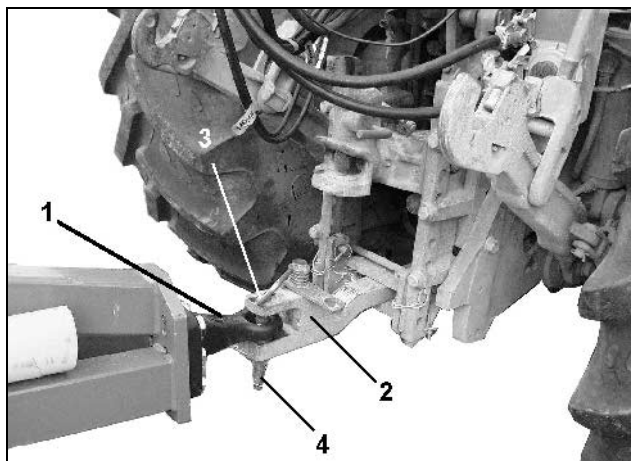

Fig. 16
- Kytke kone traktorin vetovarsiin (Fig. 16/1) vetosilmukan (Fig. 16/2) avulla;
- kiinnitä pultti (Fig. 16/3) ja
- varmista taitettavalla sokalla (Fig. 16/4).